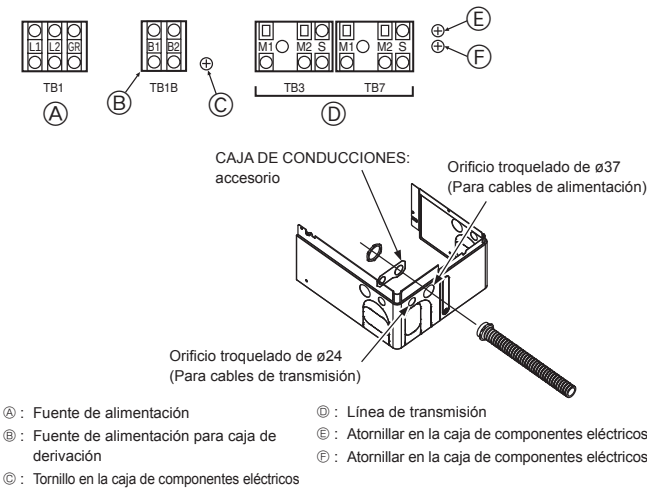

Fig. 7-1
7.2. Caja de control y posición de conexión de los cables (Fig. 7-1)
- Conecte la línea de transmisión de la caja de derivación al bloque de terminales de transmisión (TB3), o conecte los cables entre las unidades exteriores o el cableado con el sistema de control centralizado al bloque de terminales del control centralizado (TB7). Si utiliza cables blindados, conecte la toma de tierra blindada de la línea de transmisión de la caja de derivación al tornillo (Ⓔ o Ⓕ) y conecte la toma de tierra blindada de la línea entre las unidades exteriores y la línea de transmisión del sistema de control central al terminal (S) blindado del terminal (S) blindado del bloque de terminales del control centralizado (TB7). Además, en el caso de las unidades exteriores cuyo conector de alimentación CN41 se ha sustituido por el CN40, el terminal blindado (S) del bloque de terminales (TB7) del sistema de control central también debe conectarse al tornillo (Ⓔ o Ⓕ) utilizando el cable suministrado.